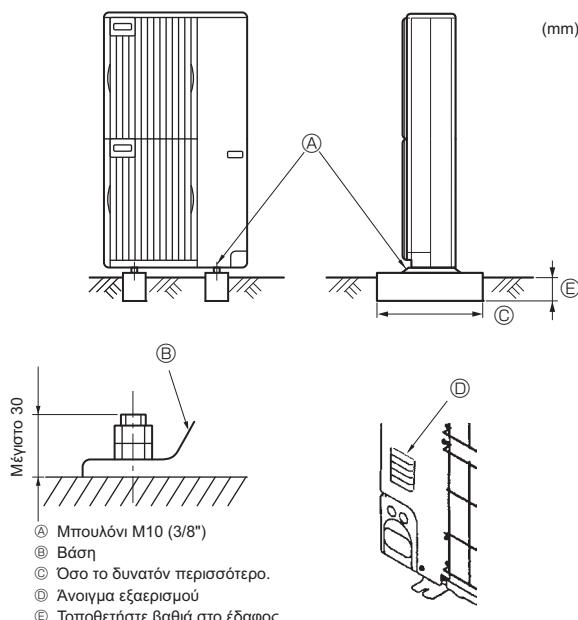

Fig. 3-1
- Η μονάδα πρέπει να τοποθετηθεί σε σταθερή και επίπεδη επιφάνεια για την αποφυγή θούβλων κατά τη λειτουργία. (Fig. 3-1)